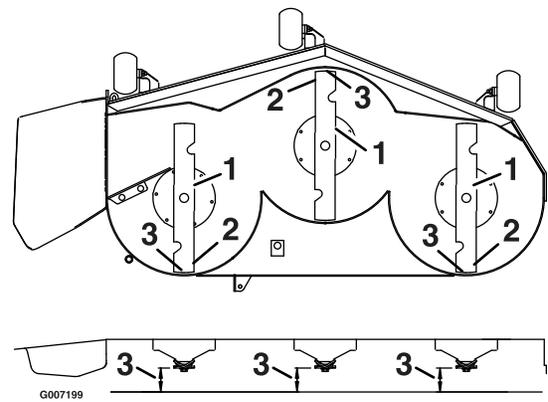

Figure 59
3. Faites pivoter les lames avec précaution pour faire passer les pointes avant à l'arrière (Figure 59).
4. Mesurez la distance entre la pointe de la lame avant et la pointe de la lame arrière par rapport à la surface plane (Figure 59). Si la pointe avant de la lame n'est pas de 1,6 à 7,9 mm (1/16 à 5/16") plus basse que